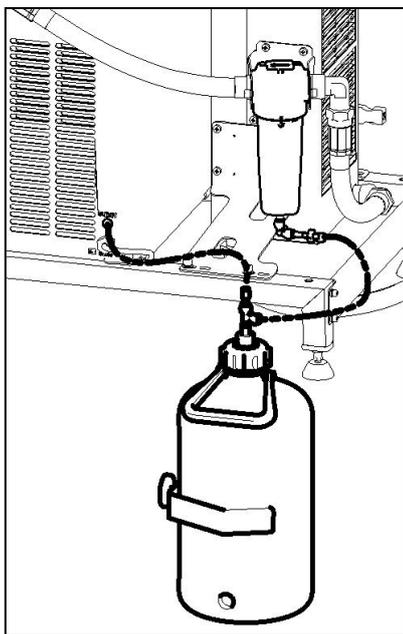

Рис. 11
- Подключите шланги от водоотделителя и конденсатоотводчика на осушителе к соединителям на клапанах канистры (Рис. 11).